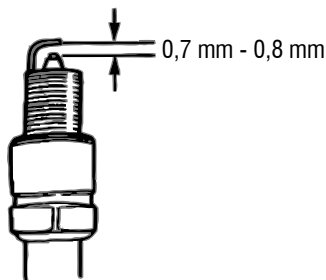

Fig. 35
- g. Para um correto funcionamento, a folga da vela deve estar entre 0,7 mm e 0,8 mm (Fig. 35).